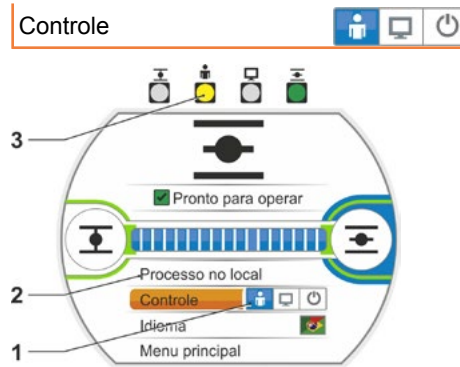

Fig. 1: Processo de controle local
2. Pressionar o controle de drive até que o símbolo LOCAL fique ativo, fig. 1, pos. 1. Na linha acima, aparecerá o item de menu “Processo no local” (veja pos. 2) e o diodo LOCAL acenderá (pos. 3).